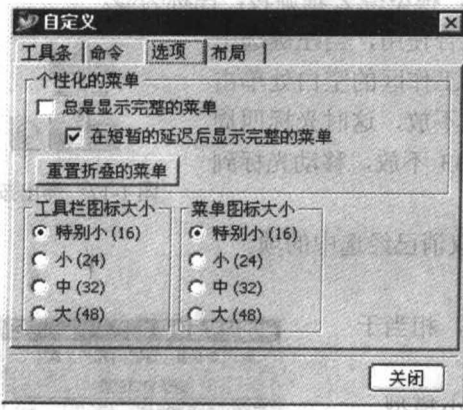

图 1-15 “选项”选项卡
(4) 单击“选项”选项卡,如图 1-15 所示,主要用来设定工具条的图标的大小和菜单的图标大小以及个性化菜单。